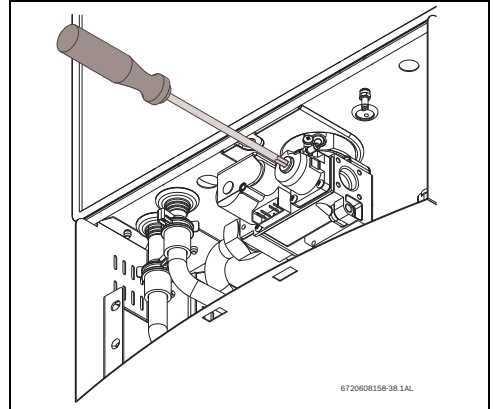

Fig. 45 Ajuste de CO₂ en modo P2
- ▶ Remover la pintura amarilla de precintado/sellado, de la tapa de protección de la parte delantera de la válvula de gas y removerla con una llave Torx nº 40, Fig.45.
- ▶ Colocar la tapa de protección de la parte delantera de la válvula de gas, Fig.45.